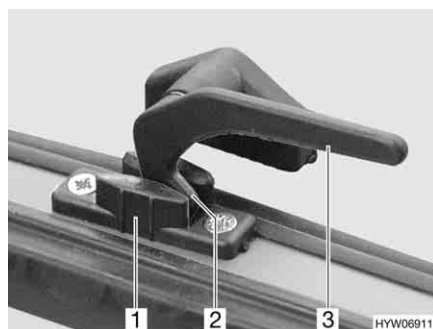

Bild 51 Låsarm i läget "kontinuerlig vädring"
- I läget "kontinuerlig vädring" (Bild 51)
- Sväng låsarmen (Bild 51,3) ett kvarts varv mot fönstrets mitt.
- Sväng låsarmen ett kvarts varv mot fönsterkarmen. Därvid måste låspaken (Bild 51,2) föras in i spåret på fönsterlåset (Bild 51,1).